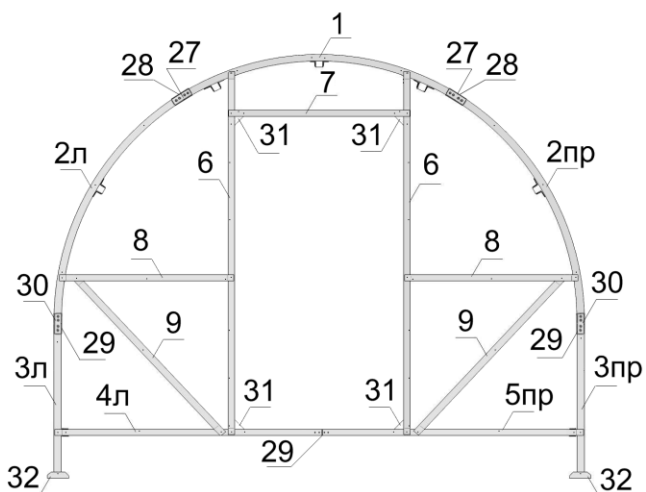

Рис. 1 Торец
- 3.1.1. К дуге №1, используя вставку №27 с накладками №28 и саморезы 4,2x16, с двух сторон присоедините дуги № 2лев и №2пр (рис. 1).
- 3.1.5. В верхней части стойки дверного проёма №6 соедините перемычкой дверного проёма №7 и присоедините к дуге №1, а внизу стойки присоедините к обвязке торца №4 и №5 (рис.1; 5).
- 3.1.8. К удлинениям арки №3 присоедините опоры №32. Поверните торец внутренней стороной теплицы кверху и произведите крепление деталей №8, №9, №32, стоек дверного проёма №6 и перемычки №7 вместе с косынками №31 (рис. 1; 6).